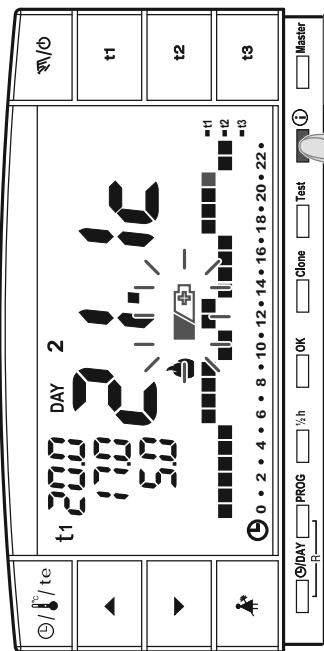
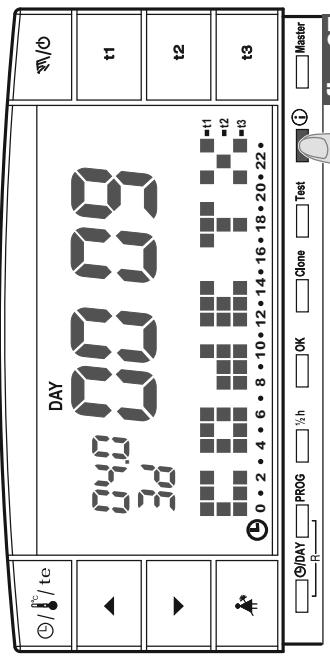

fig. 65
fig. 67
- Dalla videata precedente premere un'altra volta il tasto **①**: sul display apparirà il livello di carica delle pile (esempio in fig. 65).
④ Batterie completamente caricate
- Dalla videata precedente (fig. 65) premere un'altra volta il tasto **①**: sul display apparirà il serial number che viene trasmesso dal cronotermostato ogni volta che avviene una trasmissione dati (esempio in fig. 67).
② È possibile tornare al programma normale attendendo *il time out (3 minuti)* o premendo il tasto **OK**.
③ Questo parametro è necessario in caso di richiesta di assistenza tecnica.